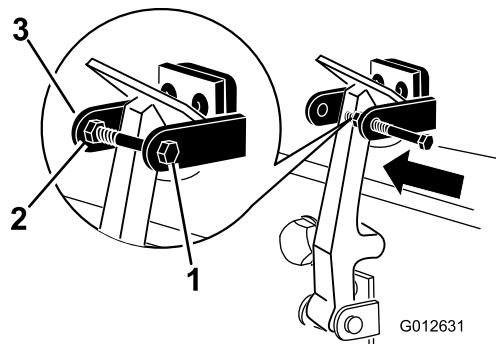

图 15
7. 将螺栓拧入机罩门锁支架的另一个臂直至将门锁锁定到位(图 15)。